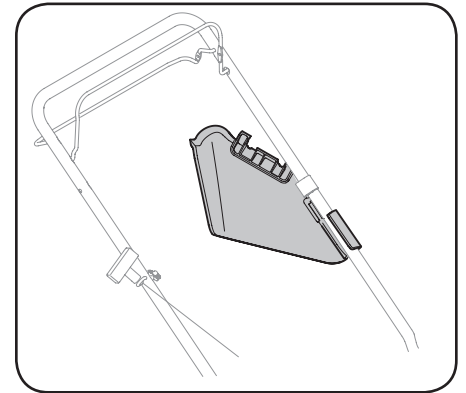

Figure 4-4
- Fixez le déflecteur d'éjection sur la poignée (le cas échéant). Voir la Figure 4-4.